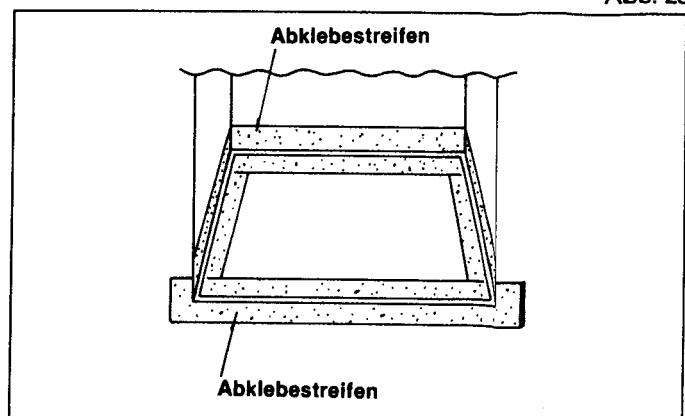

Abb. 24
- (F) Nun auch die Garraumwand rundherum mit dem Klebeband abdecken. **Abb. 24.**